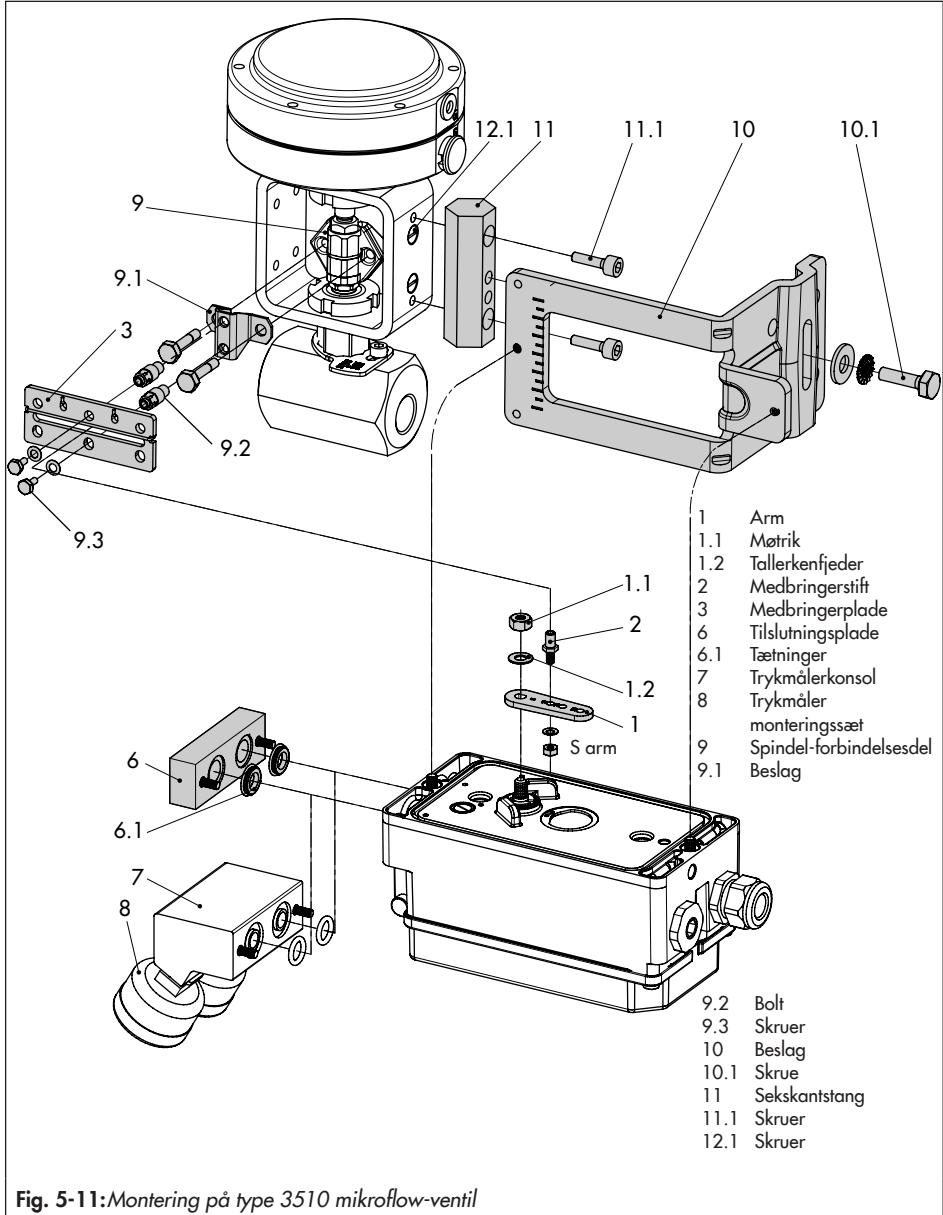

Fig. 5-11:Montering på type 3510 mikroflow-ventil
- ➔ Se Fig. 5-11
3. Skru de to bolte (9.2) på beslaget (9.1) på spindel-forbindelsesdelen (9), sæt medbringerpladen (3) på, og spænd med skruerne (9.3).
5. Fastgør den sekskantede stang (11) udvendigt på ventildelen ved at skrue M8 skruerne (11.1) direkte ind i hullerne i ventildelen.
6. Fastgør beslaget (10) til den sekskantede stang (11) med sekskantbolten (10.1), en skive og en tandet låseskive.
7. Montér tilslutningspladen (6) eller trykmålerkonsollen (7) med trykmålere på positioneren. Kontrollér, at de to tætninger (6.1) sidder korrekt.